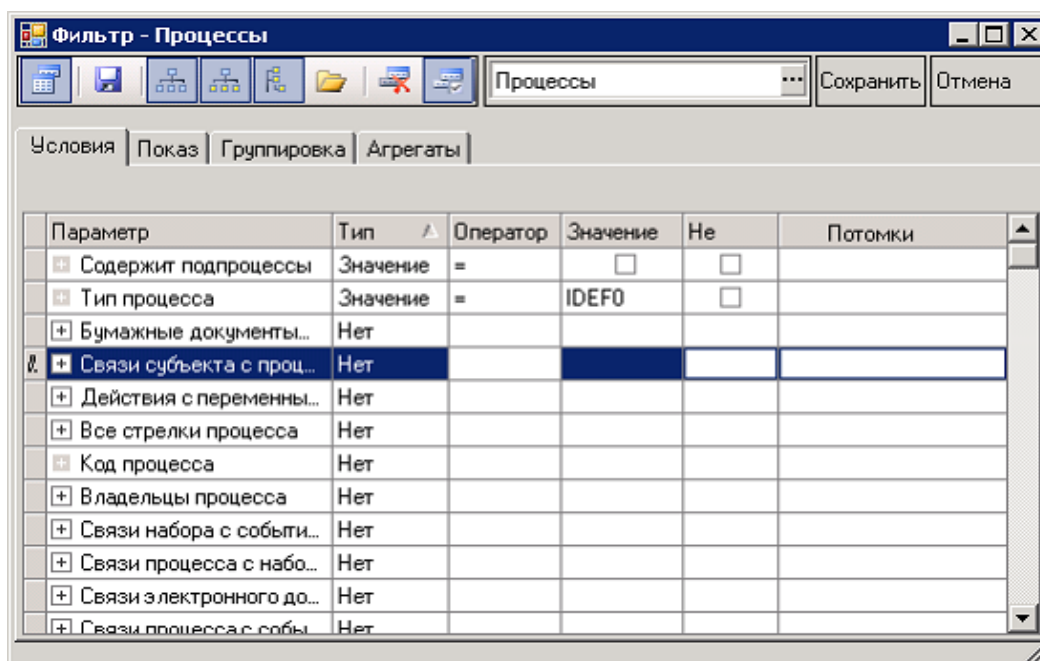

Рисунок 4.2 – Окно редактирования основного условия фильтра
- В окне редактирования фильтра нажмём гиперссылку «Основное условие». В окне редактирования основного условия фильтра (рисунок 4.2) по умолчанию отображаются не все параметры класса. Для вывода скрытых параметров необходимо нажать на кнопку  на панели инструментов окна.